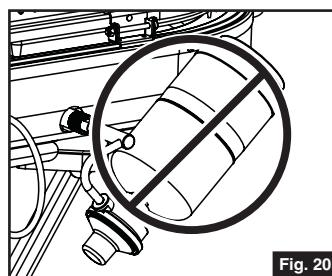

Fig. 20
- Ne faites jamais fonctionner le gril avec la bouteille de gaz sens dessus dessous. (Fig. 20)